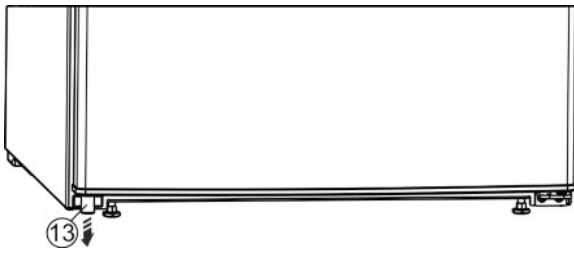

Fig. 4
- ▶ Linksonder de afstandhouder Fig. 4 (13) uit de deur verwijderen.